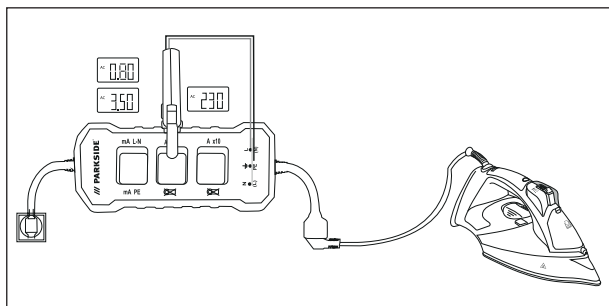

Abb. 3
- 4) Lesen Sie die entsprechenden Werte für Strom, Spannung und aufgenommene Leistung der Last ab (siehe Abb. 3).